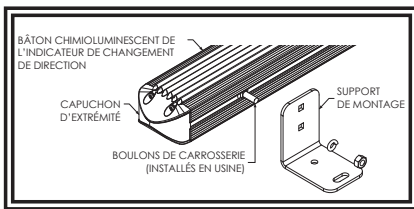

Figure 1
**Montage en surface horizontale :** Reportez-vous à la figure 1 pour les instructions suivantes.